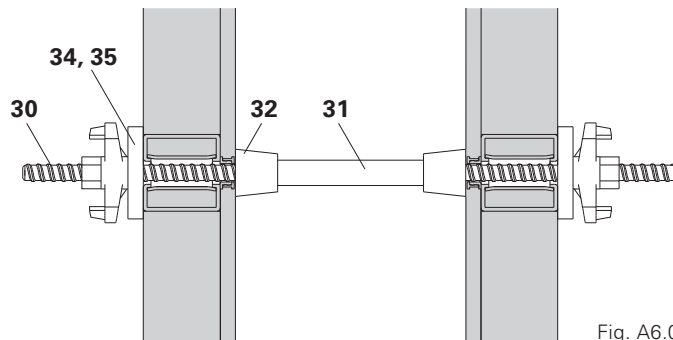

Fig. A6.02
- Tirante DW 20 (30)
- Tubo distanziatore (31)
- Cono DK (32)
- Contropiastra DW 20 (34)
- Dado con alette DW 20 (35).
- (Fig. A6.02)